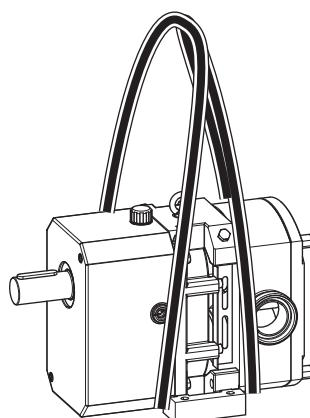

Рис. 42 Транспортировка краном с использованием кольцевого стропа на примере насоса εx:100
- См. Рис. 42 „Транспортировка краном с использованием кольцевого стропа на примере насоса εx:100“, страница 35